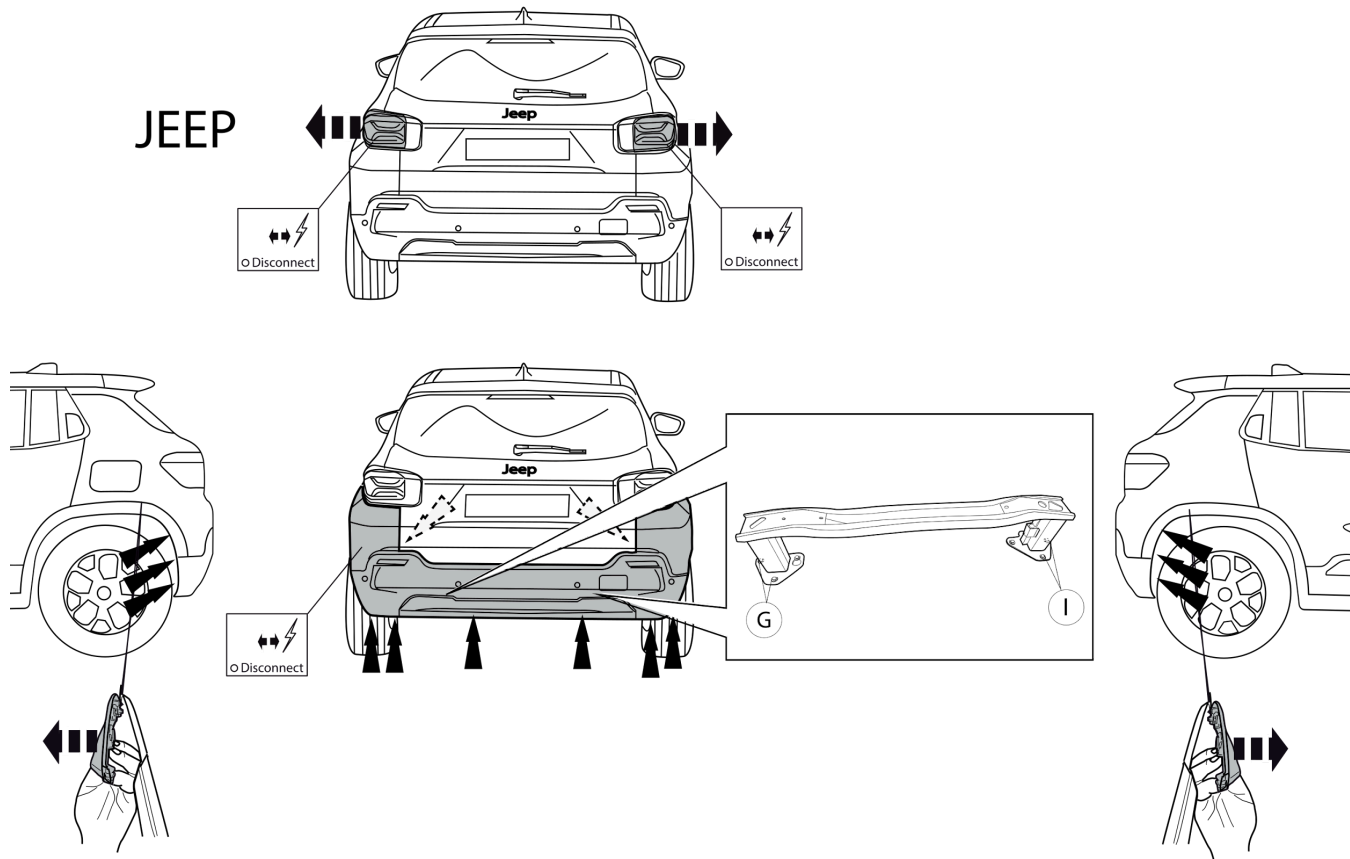

Fig. 1
1. Снять бампер. См. рисунок 1, 2, 3, 4, 5, 6 & 7.